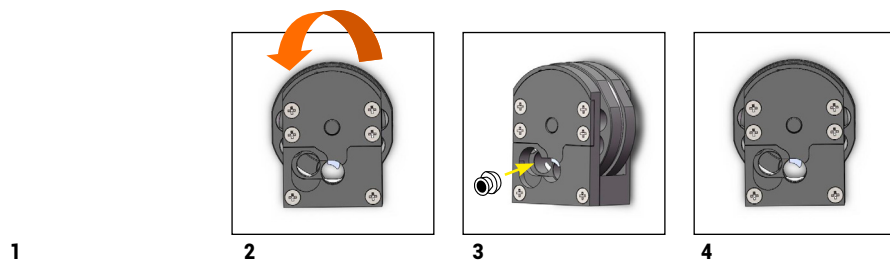

Fig. 13.
- Antes de acoplar el cargador a su carabina, cargue el primer balín en el orificio del cargador, asegurándose primero de que el orificio está centrado (véase fig. 13. Paso 2).
- Gire el cargador (fig. 13 (Paso 2) y cargue el resto de balines por la cara del cargador, tal y como se indica en la fig. 13 (Paso 3). Introduzca un balín en cada orificio.